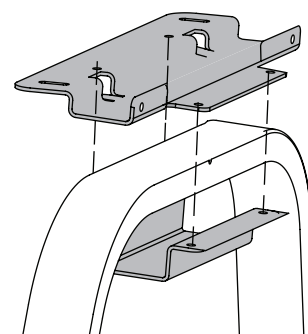

Figure 4
1. Placez le système de protection anti-retournement en position basse. Voir la Figure 4. Passez à l'étape 1a pour l'installation sur une tondeuse ZTX. Passez à l'étape 1b pour l'installation sur une tondeuse Pro Z.
2. Glissez le support inférieur approprié (article n° 14) sur la protection anti-retournement. Alignez les trous du support supérieur de la protection anti-retournement (article n° 11) avec les trous indiqués dans le support de montage inférieur. Voir la Figure 4.